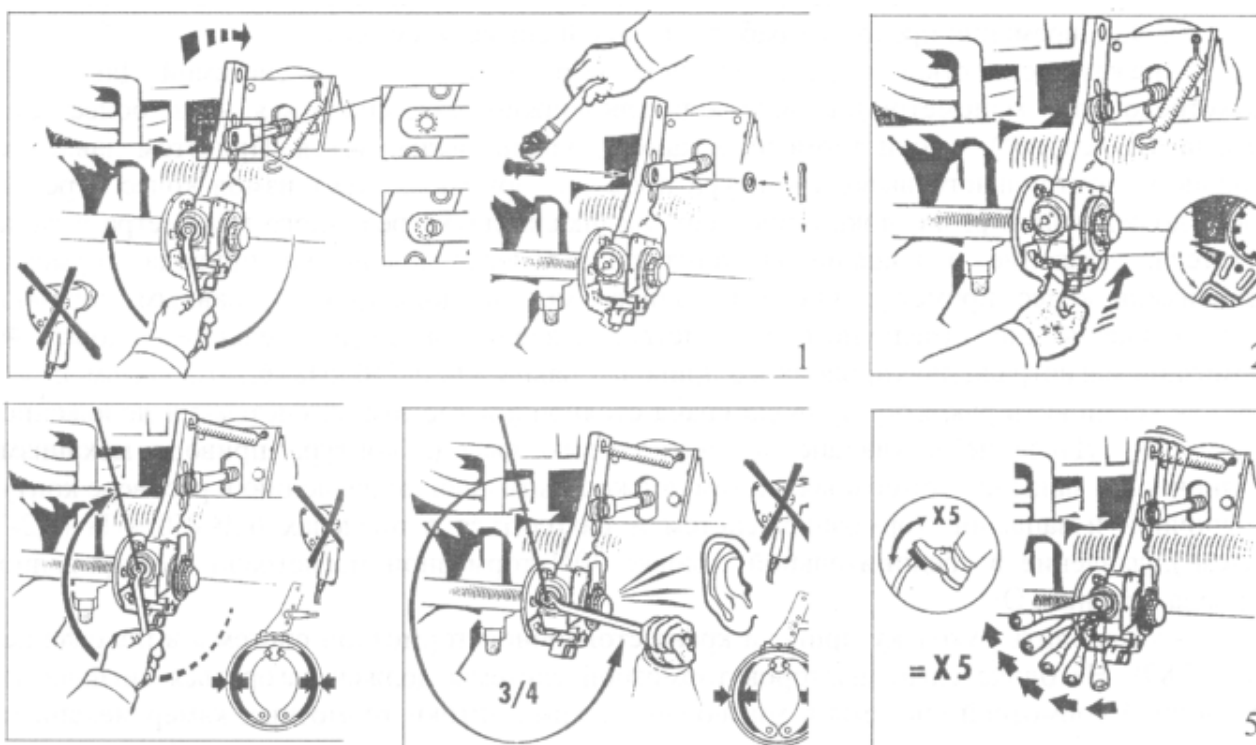

Рис. 9.31. Регулировка тормозов с автоматическими рычагами.
Регулировку осуществляйте согласно схеме (рис. 9.31) в следующем порядке:
- вращением червяка регулировочного рычага совместите отверстия корпуса рычага и вилки штока тормозной камеры. Присоедините шток тормозной камеры с помощью пальца, шайбы и шплинта (рис. 9.31, 1);
- нажмите на управляющий блок регулировочного рычага до упора в направлении его вращения по стрелке на корпусе (рис. 9.31, 2);
- вращением червяка регулировочного рычага разожмите колодки до их соприкосновения с тормозным барабаном (рис. 9.31, 3);
- поверните червяк в обратную сторону приблизительно на 3/4 оборота (рис. 9.31, 4). При этом должна ощущаться характерная работа зубчатой муфты регулировочного рычага и момент проворота червяка должен быть не менее 42 Н.м;
- убедитесь в работоспособности рычага. Для этого подайте 5 раз сжатый воздух при давлении 0,6...0,7 МПа (6...7 кг/см2) в тормозную камеру. При этом червяк рычага должен повернуться по часовой стрелке на некоторый угол (рис. 9.31. 5);